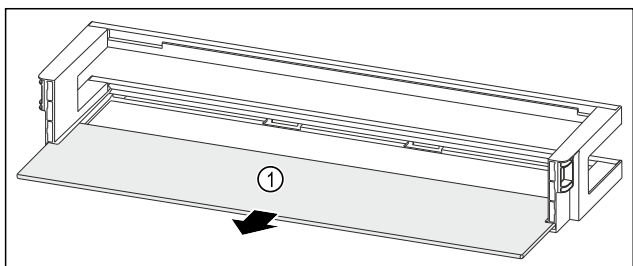

Fig. 114 Vratna polica z odlagalno polico
- ▶ Odstranite polico za odlaganje Fig. 114 (1).